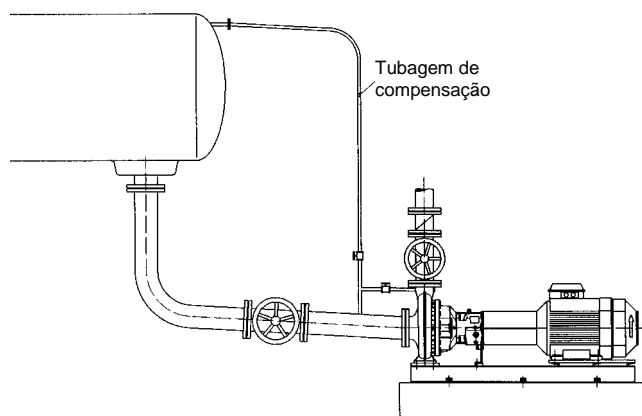

Figura 3
- Uma tubagem adicional passível de ser bloqueada (figura 3) - tubagem de compensação da tubuladura de pressão da bomba - facilita a evacuação do ar da bomba antes do arranque.